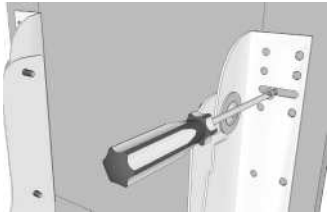

fig. 6
Paso 8: Retire los soportes de puerta de las placas del producto y atornillelos en el interior de la puerta del armario con tornillos de cabeza plana núm. 6 x 1/2 pulg. **Nota:** Coloque los soportes de puerta sobre las líneas verticales y horizontales que ha dibujado en los pasos 2 y 3 para alinearlos. (Ver la ilustración 6)
Step 8. Remove door mount brackets again and screw to inside of cabinet door with #6 x 1/2" flat head screws. **NOTE:** Line up door mount bracket to cabinet door by aligning door mount bracket with the vertical and horizontal lines you marked in steps 6 and 7. (See figure 6)